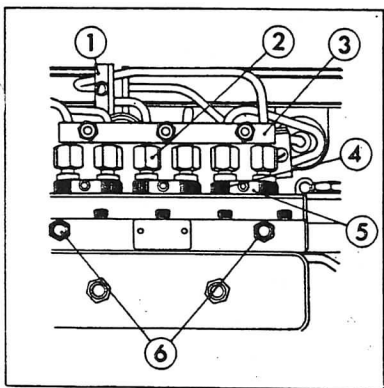

Fig. 26 Insprutningspump
4. Avlägsna insprutarrörets klämmor (fig. 26).
5. Lossa på insprutarpumpen, de sexkantiga skruvarna (fig. 26) och tag bort tillförselventilhållarens klämmor.